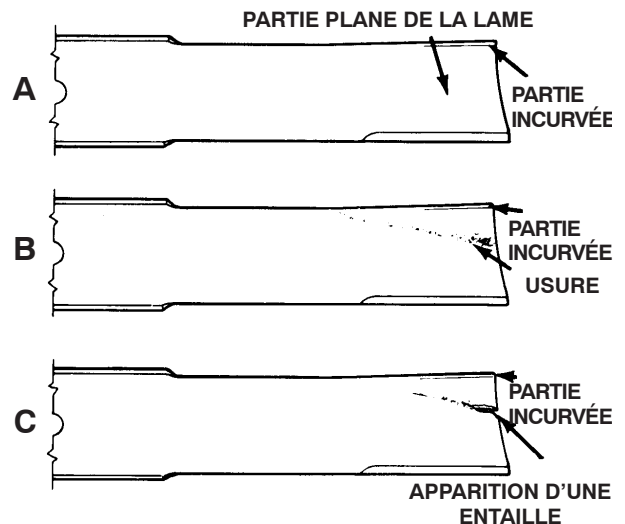

Figure 34
2. Examinez attentivement les tranchants de la lame, particulièrement au point de rencontre des parties plane et incurvée (Fig. 34-A). Le sable et les matières abrasives peuvent éroder le métal à cet endroit, c'est pourquoi il est important de contrôler l'état de la lame avant d'utiliser la tondeuse. Remplacez la lame si elle est usée (Fig. 34-B).
Si la lame est trop usée, une entaille se forme entre la partie incurvée et la partie plane (Fig. 34-C). La lame risque alors de se briser et un morceau peut être projeté du dessous de la machine, vous blessant gravement ou une personne à proximité.